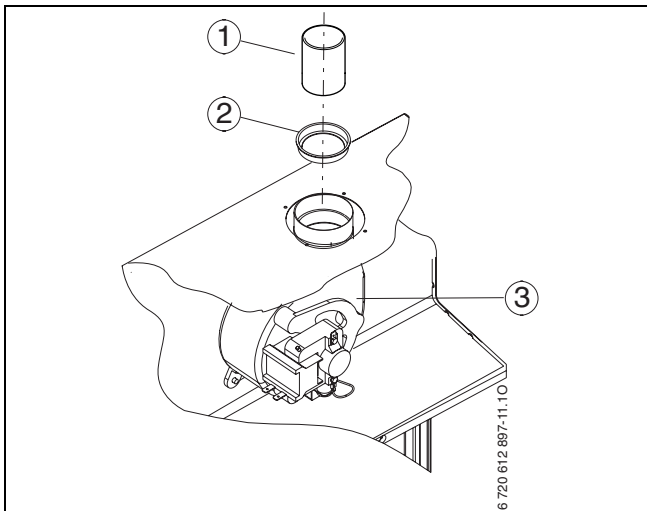

Fig. 16 Montaggio del diaframma
- Applicare un diaframma adeguato (→ fig 16).